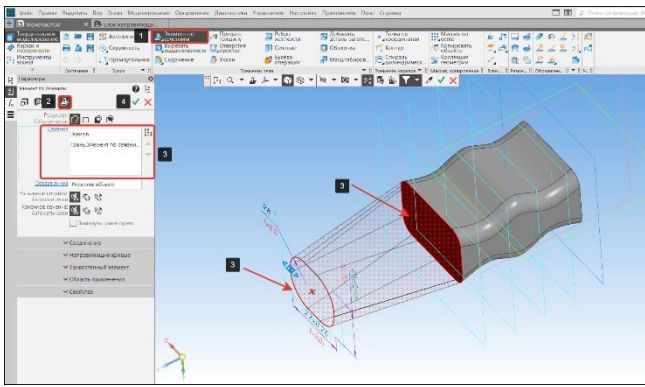

Рисунок 142 – Операция по сечениям
- В панели Элементы тела выберем команду Выдавить (1) подоперация Элемент по сечениям (2) (Рисунок 142);
- Укажем построенный эскиз (3) и плоскость созданной трехмерной модели (3). Все выбранные объекты отображаются в окне (3) (Рисунок 142);
- В модели появится фантом будущего твердого тела. Для завершения операции нажмем кнопку Создать объект (4) (Рисунок 142);